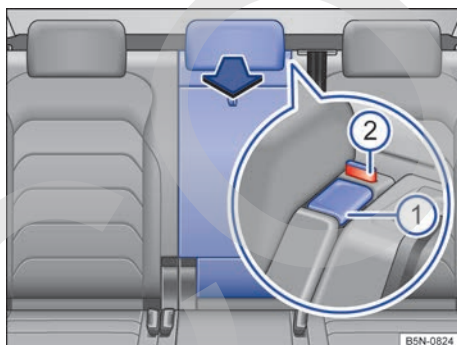

Fig. 212 En el respaldo del asiento trasero: apertura de la trampilla para cargas largas.
- Presione la tecla de desbloqueo → fig. 212 ① y abata la trampilla hacia delante.